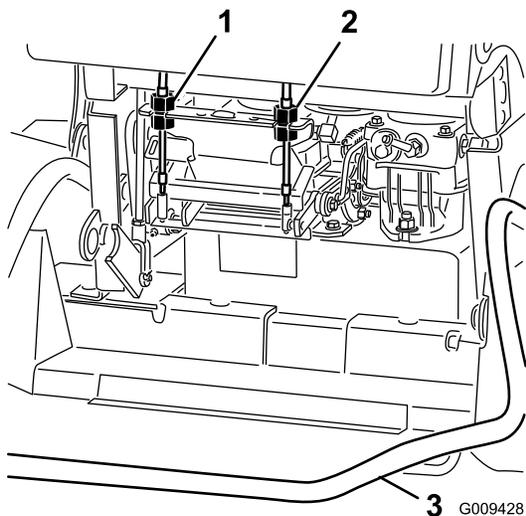

Figure 53
4. Tournez la molette sur le côté de la machine vers lequel elle se déporte (vu de l'arrière de la machine)(Figure 53).